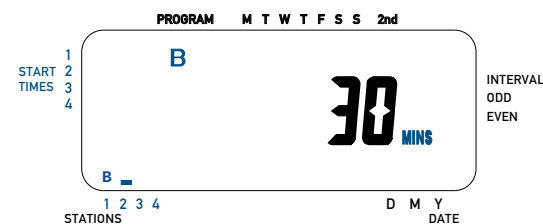

Figura 6: ingreso de la duración para el «Programa B»
- Gire la perilla rotativa hasta llegar a la posición **STATION DURATION (DURACIÓN DE LA ESTACIÓN)** en el «Programa B». La pantalla mostrará una «B» y MINS. [Ver la Figura 6]
- Presione y mantenga presionada la tecla Δ o ∇ para ingresar la duración de riego y presione la tecla **ENTER (INGRESAR)**. Se debe ver una «B» sobre la estación que acaba de programar. [Ver la Figura 6]